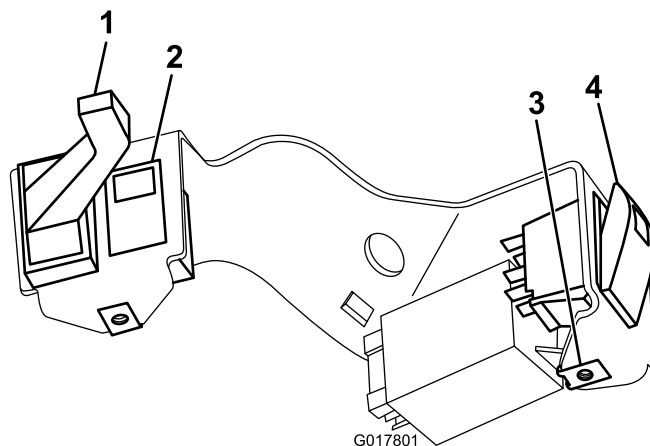

Figura 9
2. Montate la spia luminosa delle luci di direzione nella staffa del piantone (Figura 9).
3. Montate il contattore della leva delle luci di direzione e il contattore di segnalazione pericolo nella staffa del piantone (Figura 9).
4. Fate scorrere le piastrine per viti autofilettanti sulla staffa del piantone (Figura 9).